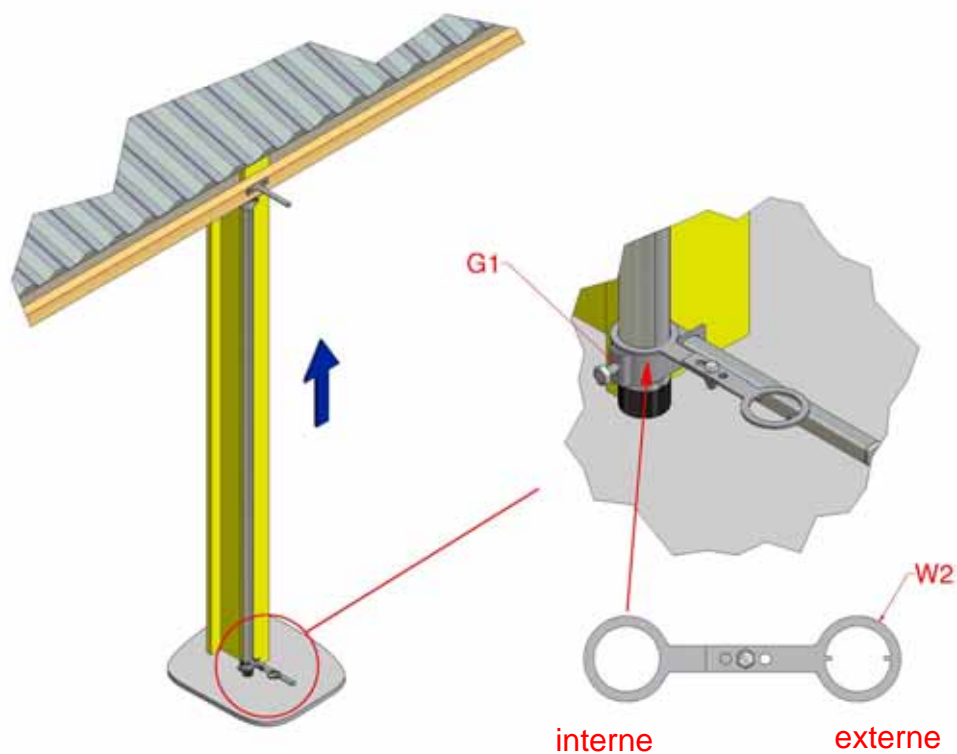

Figure 8 : tubes de commande internes, Face-Face
- b) Pour une installation Face-Face, enfoncer la partie supérieure du tube de commande interne dans le support d'extrémité supérieur (D1), enfiler l'extrémité à trou lisse de l'entretoise (W2) sur l'extrémité inférieure du tube et la fixer au support de surface inférieur au moyen de la bride croisée (G1), Figure 8.